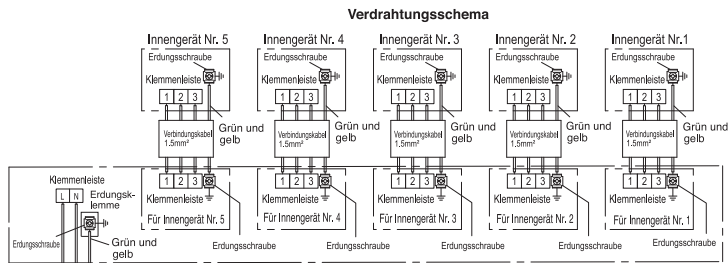

Abb. 1-1
- Die elektrische Verdrahtung gemäß Abb. 1-1 zwischen dem Innengerät und dem Außengerät anschließen. Niemals die elektrische Verdrahtung falsch ausführen. Eine falsche Verbindung wird die Einheit veranlassen, richtig nicht zu funktionieren, und kann Funktionsstörung verursachen.